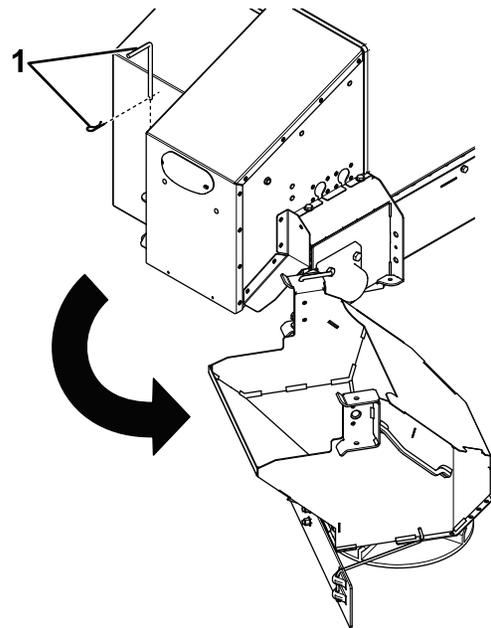

Bild 23
- Entfernen Sie den linken Arretierbolzen und Splints vom Tellerstreuer (Bild 23).
- Schwenken Sie den Tellerstreuer von der Füllkastenöffnung weg (Bild 23).